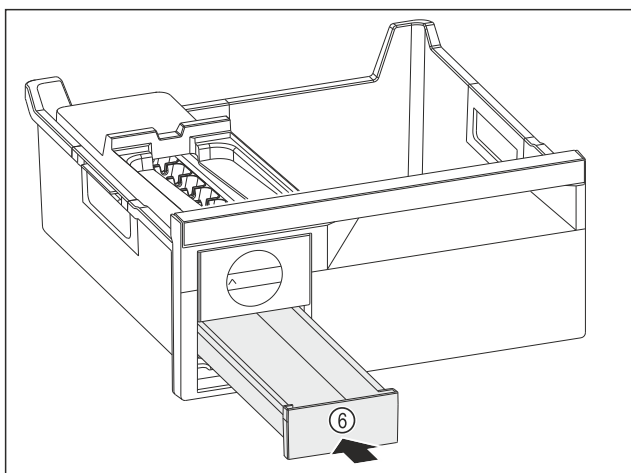

Fig. 79
- ▶ Zásuvku na kostky ledu Fig. 79 (6) zasuňte.